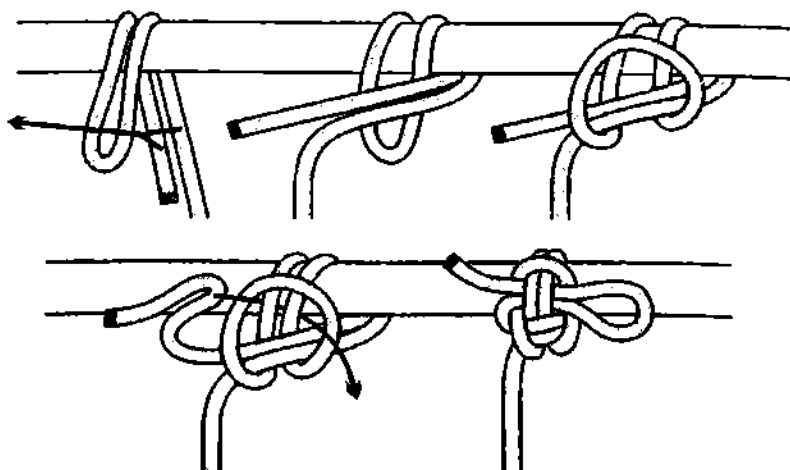

Рис. 565. **Высотный узел.**
**Высотный узел** стабильный, надёжный и безопасный (рис. 565). Всю нагрузку берут на себя оба шлага, которыми обнесена опора и до ходового конца она уже не доходит. Перед использованием узел необходимо хорошо расправить и затянуть.